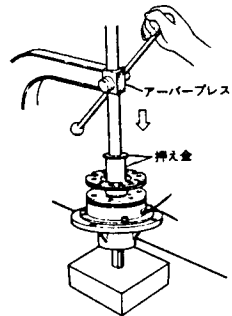
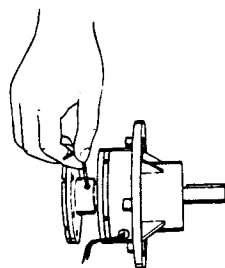

図18
図19
(14) キー㉖を軸につけてから、アーマチュア1形㉗をそう入する。
- (図18) (アーバープレスを使い、(11)の要領で押込んでください。)
- (15) ある程度押込んだら、ハウジング⑫に仮取付けして、空隙をチェックする。((空隙aが広すぎるときは(4)の要領でアーマチュア1形⑥を引張り、逆にせますぎるときは(14)の要領で押込む。)
- (16) クラッチの空隙aが表3の許容差内に入っていることを確認してから、六角穴付き止めねじ⑳を締めて軸に固定する。(図19)